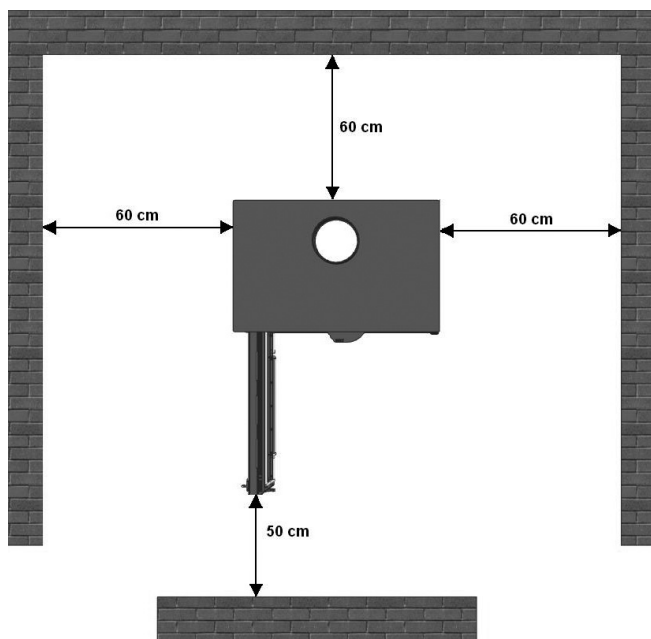

FIG. 6 - DISTANCES DE SÉCURITÉ
- Au moment d'installer le four, prenez en compte les distances de sécurité nécessaires, du four et de la cheminée, des surfaces combustibles (parois en bois ou tapissées, sols en bois, etc.) Il faudra respecter ces mêmes distances si le recouvrement des parois ou des zones proches est susceptible de détérioration ou de déformation sous l'effet de la température (vernis, peintures, PVC, etc.). Fig. 6